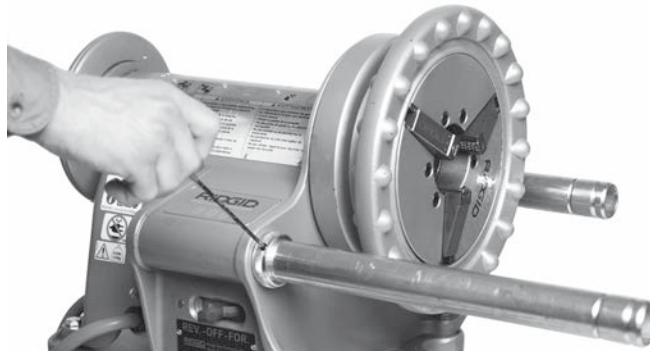

Figura 8 - Amplasarea șurubului de reglare
1. Întindeți complet barele de susținere înainte. Împingeți inelele de reținere înapoi până când se sprijină de carcasa motorului de antrenare 300 Power Drive. Strângeți șuruburile de reglare în inelele de reținere cu o cheie hexagonală $\frac{1}{8}$ " (Figura 8).